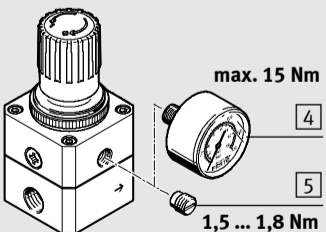

Bild 3 / Fig. 3
- Drehen Sie das Präzisionsmanometer MAP [4] im Uhrzeigersinn bis zum Anschlag in das LRP/LRPS (→ Bild 3). Die Schlüsselfläche muss waagrecht stehen.